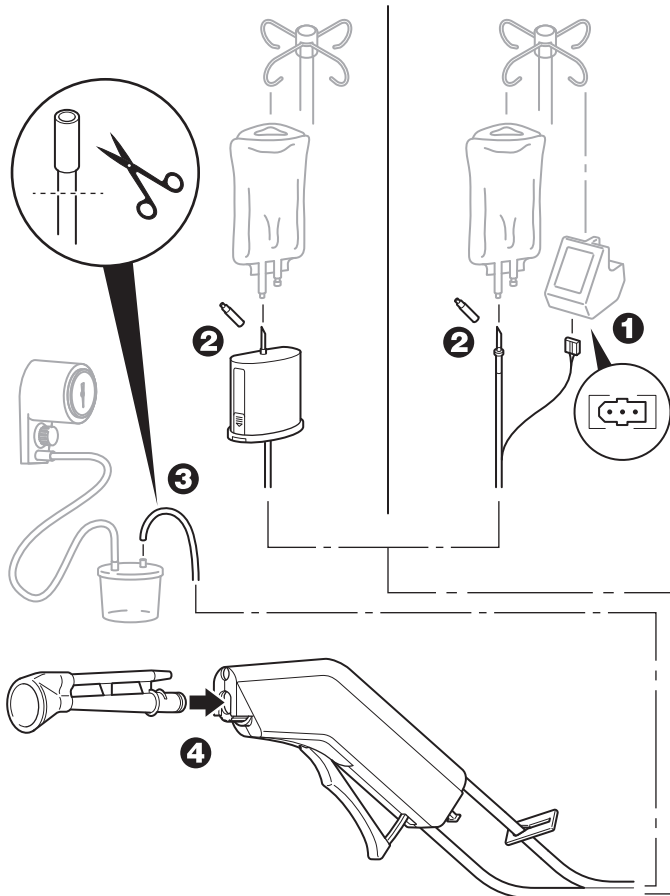

図1 - ハンドピースの組み立て
1. ハンドピースを再充電可能バッテリーパックと共に使用する場合は、ハンドピース電源コードのプラグをInterPulse再充電可能バッテリーパック (REF 0211-022-000) の差し込みに取り付けます (図1)。InterPulse/バッテリーパックチャージャーに添付された取扱説明書を参照してください。